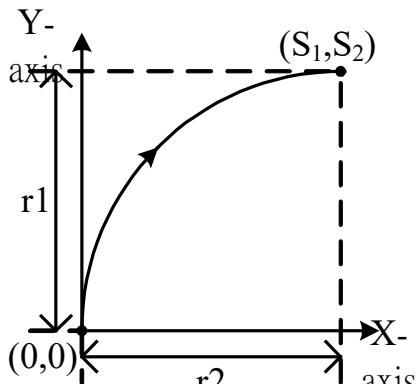
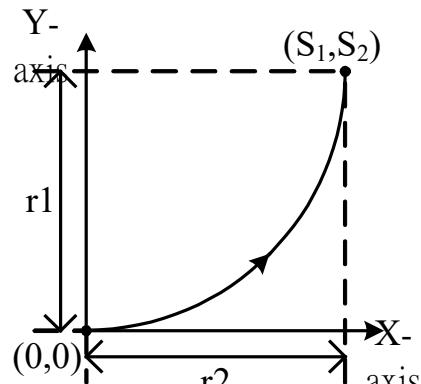

Figura 1
Figura 2
- O 16º bit alto S3 + 1 do valor de 32-bit S3• representa o tempo de desenhar o circular, que é de 10ms. O tempo é restrito pela frequência máxima do pulso. Se a frequência da operação real é maior que 200K, será operada como 200K. Neste caso, levará um tempo mais longo. O 16º bit baixo S3 + 0 representa a direção de desenhar o circular. Zero (0) indica a direção no sentido horário, enquanto 1 indica a direção no sentido anti-horário. O valor de direção maior que 1 será considerado como 1.
- A instrução desenha um oval com o ângulo de 90 graus. A figura 1 mostra a direção no sentido horário, enquanto a figura 2 mostra a direção no sentido anti-horário. O valor máximo de r1 e r2 não pode ser maior que 1.000.000.000 e valor mínimo não pode ser menor que 100.